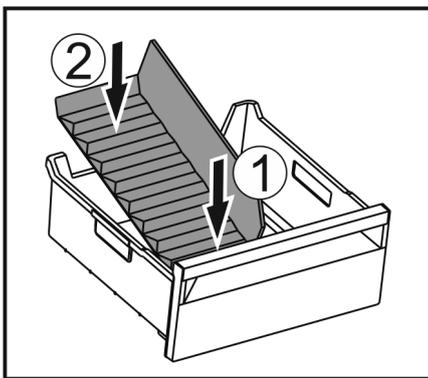

Fig. 75
- ▶ Voorste deel van de ijsvak-scheider plaatsen. Fig. 75 (1)
- ▶ Achterste deel van de ijsvak-scheider tot de bodem van de lade laten zakken. Fig. 75 (2)